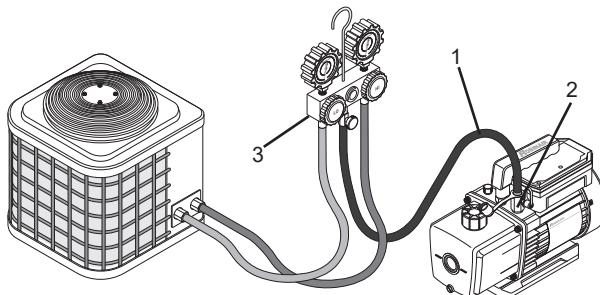

Abbildung 6
3. Verbinden Sie einen Kältemittel-Serviceschlauch (1) mit dem Vakuumpumpeneinlass (2) und dem Verteiler-Manometer-Set (3) (*siehe Abbildung 6*).
- Schließen Sie den hoch- und den niederdruckseitigen Serviceschlauch an die jeweiligen Serviceanschlüsse der Klima- und Kühlanlage an (*siehe Abbildung 6*).
1. Schließen Sie die Mehrwegeventile zwischen der Pumpe und der Anlage (*siehe Abbildung 6*).
2. Entfernen Sie den Schlauch vom Pumpeneinlass (2) (*siehe Abbildung 6*).
4. Verschließen Sie die Einlassöffnung, um zu verhindern, dass Verunreinigungen oder lose Partikel in die Öffnung (2) gelangen (*siehe Abbildung 6*).